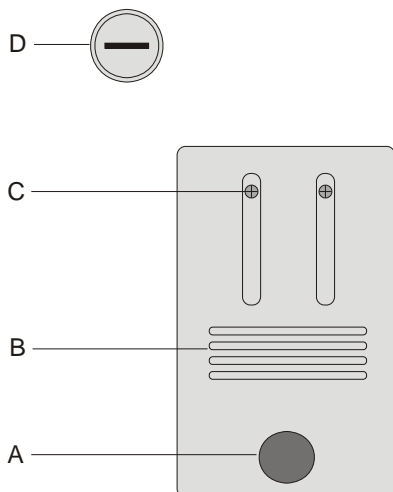

Fig. 1 Coperchio del vano lampadina: A vite a testa zigrinata, B fessure di ventilazione, C viti di fissaggio del portalamppada, D Portafusibili
- Allentare le viti C del vano lampadina e spostarle verso l'esterno in modo che si trovino nella posizione indicata in Fig. 1.